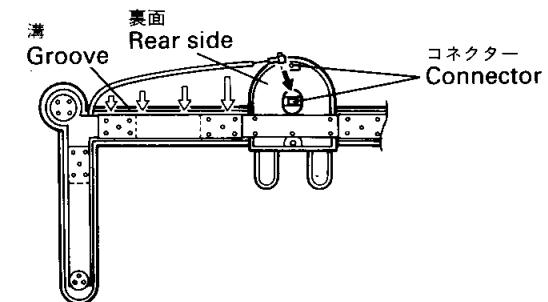

図2/Figure 2
- 図2に示すように、ケーブル端のコネクターをペダル部分の中央にあるコネクターに差し込み、ケーブルをベースAss'yの溝の中に押し込みながら通します。
- As shown in Figure 2, insert the connector on the tip of the cable into the connector in the center of the pedal section. Then, pressing firmly on the cable, pass it through the center of the slot in the base assembly.